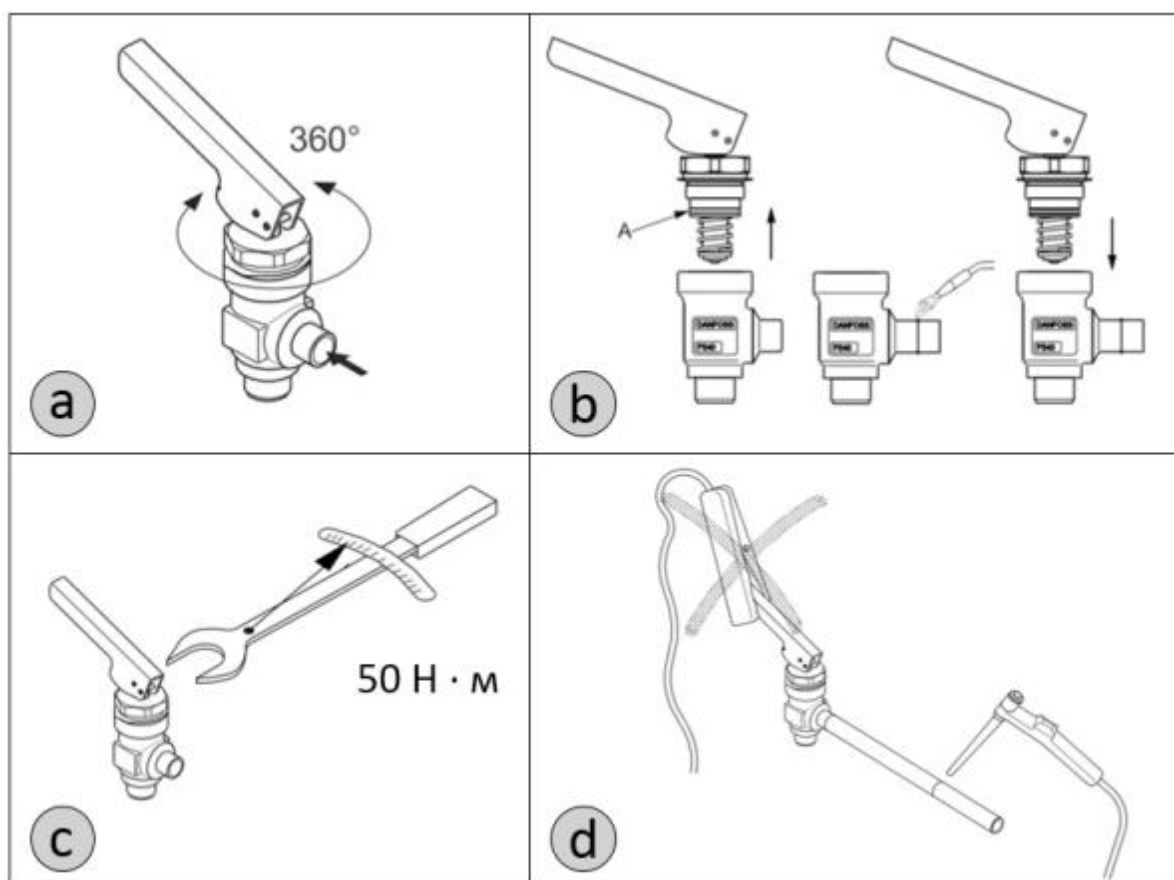

Рис. 3 Инструкция по установке
Рукоятка клапана может разворачиваться на  $360^\circ$  для удобства открытия клапана (рис. 3а).
Необходимо использовать шланг с таким же диаметром, как диаметр выходного штуцера клапана QDV. Клапан должен быть установлен таким образом, чтобы поток входил в боковой штуцер (рис. 3а). Корпус клапана выдерживает очень высокое внутреннее давление, однако следует не допускать возможности возникновения сильного роста давления, вызванного термическим расширением хладагента в замкнутых объемах. Также необходимо убедиться, что клапан защищен от "гидроудара" в системе.
Перед проведением сварочных работ необходимо разобрать клапан (рис. 3б), чтобы избежать повреждения уплотнительных колец и тефлоновых уплотнений. Разбор клапана не обязателен, если температура между корпусом клапана и запорным органом во время сварки не будет превышать  $+150^\circ\text{C}$ . Эта температура зависит от метода сварки, а также от наличия охлаждения корпуса клапана во время проведения сварочных работ (охлаждение можно обеспечить, обернув корпус клапана влажной тканью).
- Убедитесь, что уплотнительное кольцо (рис.3б, поз. А) не повреждено.
Клапаны QDV поставляется с одним дополнительным уплотнительным кольцом для соединения корпуса и головки клапана. Снимите повреждённое уплотнительное кольцо (рис.3б, поз. А) с головки клапана и установите новое уплотнительное кольцо.